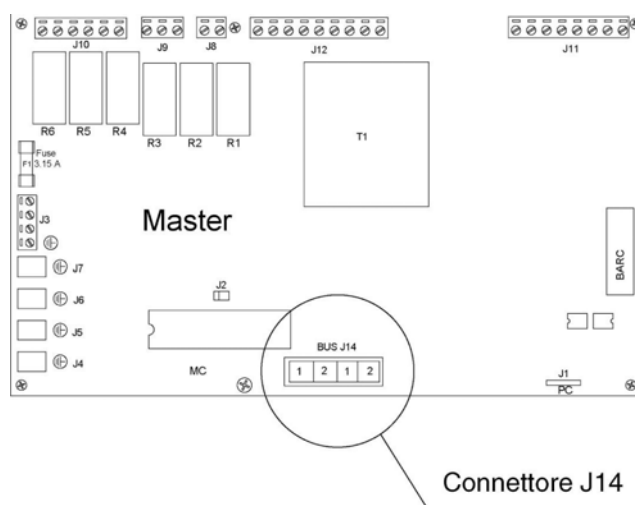

Figura 21
a. Disconnettere il connettore J14 a 4 poli dalla scheda Master (vedi Figura 21);